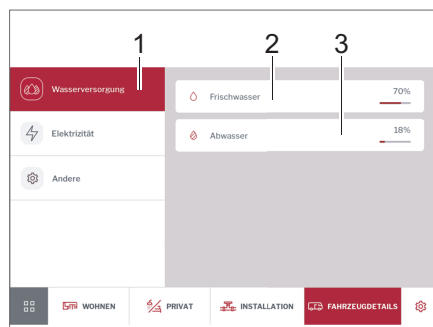

Fig. 289 Alimentazione idrica
- Digitare il pulsante *Alimentazione idrica* (Fig. 289,1).
Vengono visualizzati i livelli di riempimento del serbatoio dell'acqua di rete (Fig. 289,2) e del serbatoio delle acque grigie (Fig. 289,3) in %.